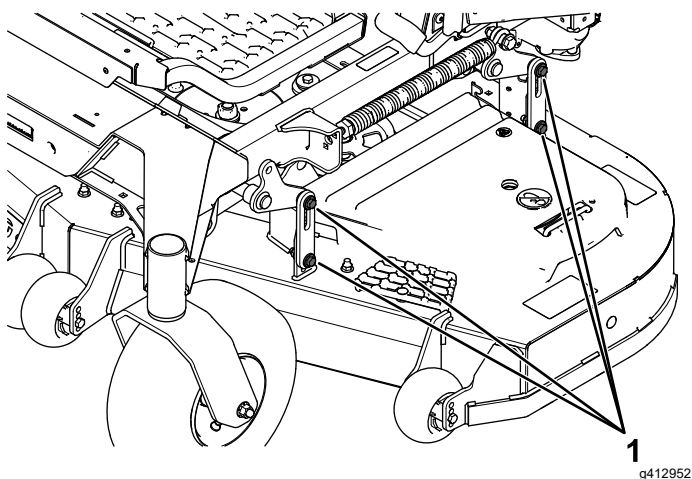

Bild 89
16. Lösen Sie die Schrauben (**Bild 89**) an allen vier Ecken und stellen Sie sicher, dass das Mähwerk fest auf allen vier Blöcken sitzt.